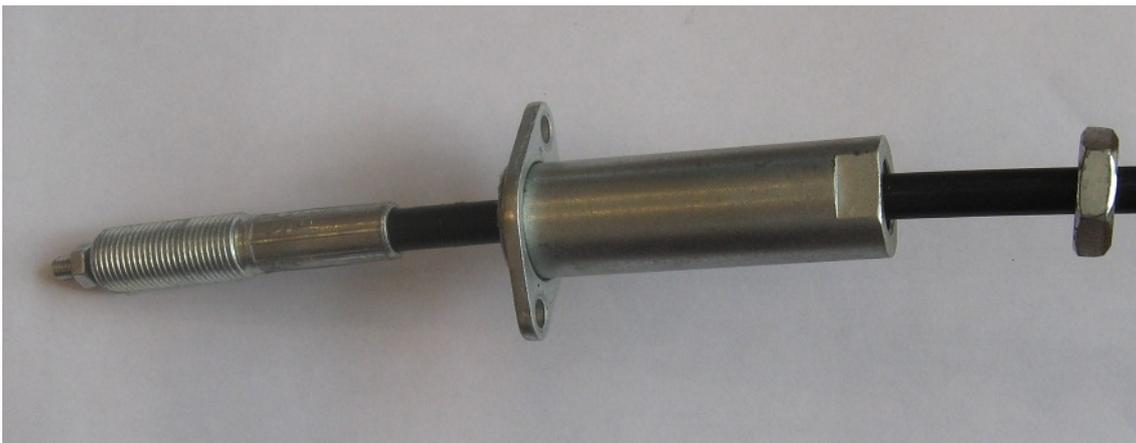

Рис. 2.27
- надеть стакан на трос (рис. 2.27);